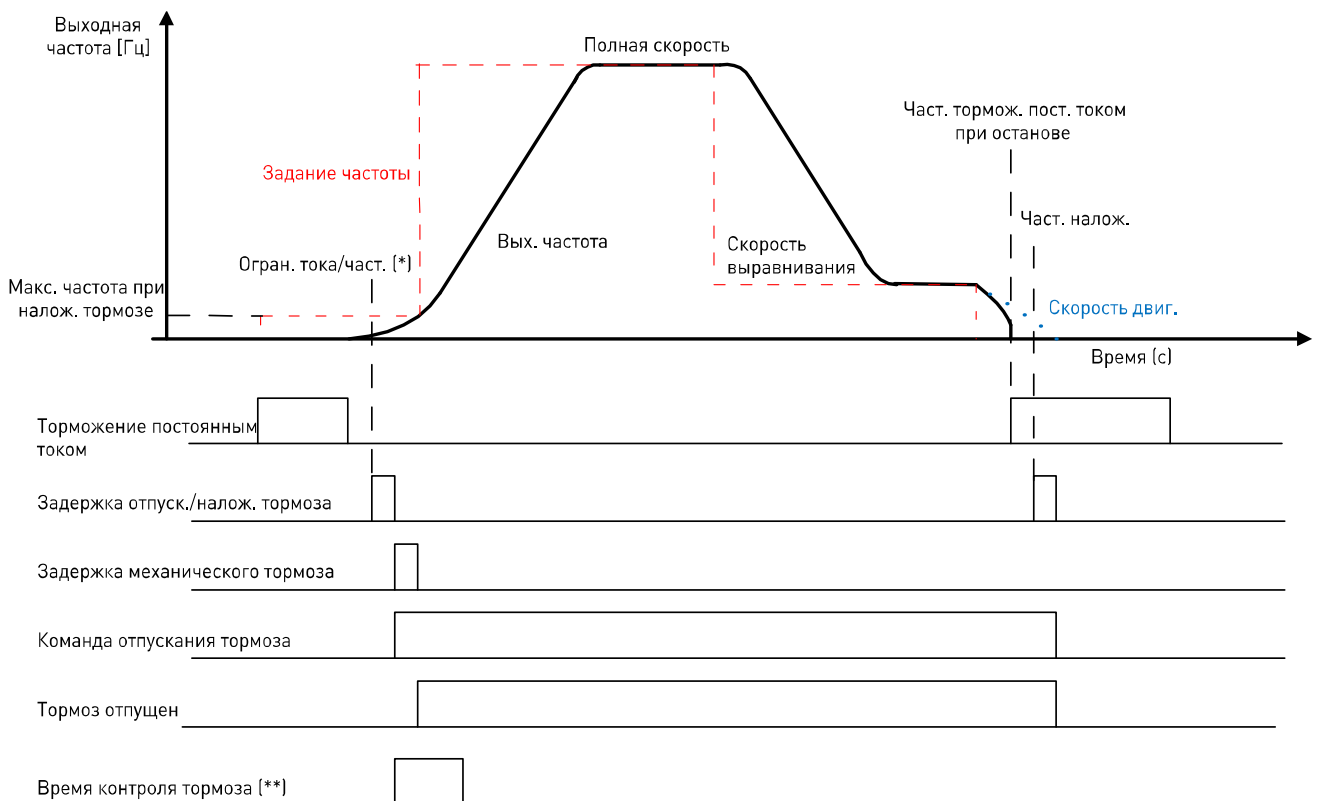

Рис. 4. Логика управления механическим тормозом с разомкнутым контуром.
Режимы управления механическим тормозом с разомкнутым контуром (без обратной связи) и с замкнутым контуром (с обратной связью) различаются между собой. Параметры разделены на две разные группы. Параметры группы управления с замкнутым контуром не действительны для режима управления с разомкнутым контуром, и наоборот. Также имеется несколько общих параметров. На Рис. 4 и рис. 5 в графическом виде представлена логика управления тормозом.
Время реакции механического тормоза будет фиксировать задание скорости в течение заданного времени. Это время фиксации должно быть установлено в соответствии с временем реакции механического тормоза (см. Рис. 4).
- Задание скорости будет удерживаться в течение времени, которое задано этим параметром. Это время удержания должно быть задано в соответствии с временем реакции механического тормоза (см. Рис. 4).
- Время нулевой частоты при пуске и останове. В течение этого времени двигатель может намагничиваться и создавать крутящий момент. Время нулевой частоты при пуске следует задать большим, чем время намагничивания. Сразу после времени нулевой частоты начинается время плавного пуска (пар. 2.3.2.10). Когда это происходит, должно инициироваться отпускание механического тормоза (см. Рис. 4).